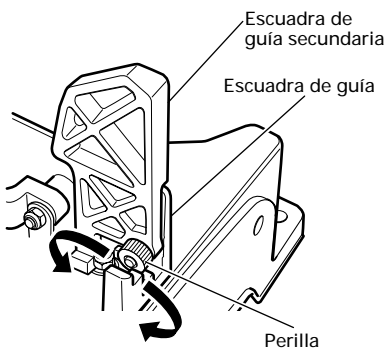

Fig. 14
Afloje el pomo (B) y retire la escuadra de guía secundaria (C) (Fig. 14)
**⚠ ADVERTENCIA:** Para instalar la escuadra de guía secundaria (C), insértela y ajuste bien el pomo (B). Si el pomo (B) está flojo, puede que la escuadra de guía secundaria (C) se mueva al cortar y provoque lesiones.